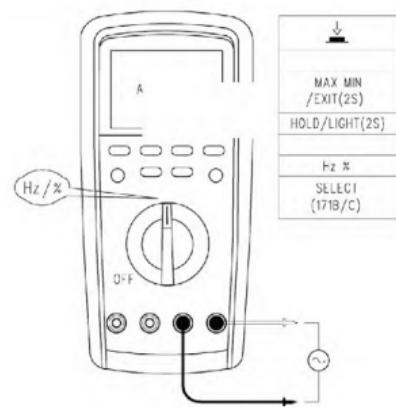

рис.8
6. измерение частоты DISCHARGE / продолжительности включения [см. рис. 8]